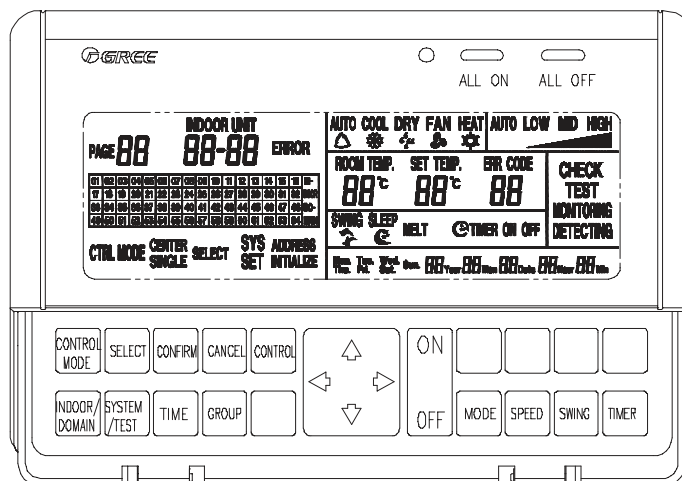

Рис. 2.5
2.5 Проводной центральный пульт CE51-24/E(M) (рис. 2.5).